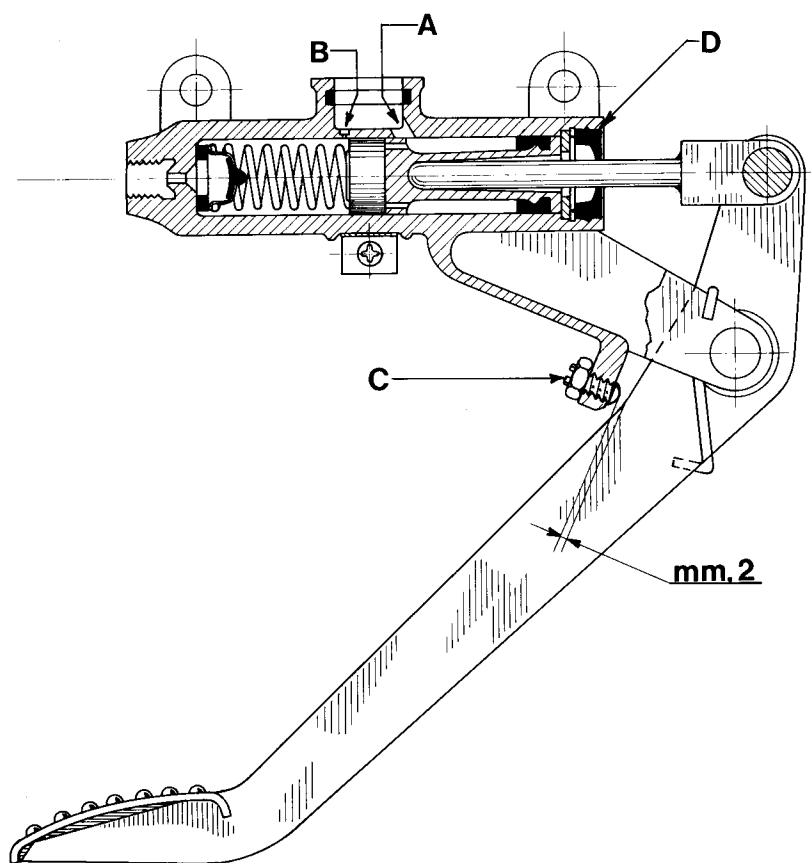

Fig. 51 - Gruppo pompa comando freni
tenuta «D», dopodiché, rilasciando gradualmente la pressione, il pistone sarà espulso dal cilindro per azione della molla (ved. fig. 51).
- 5) Per un corretto funzionamento il pedale deve avere un leggero gioco sull'azionamento del pistone della pompa; per ottenere il gioco voluto agire sulla apposita vite «C» (ved. fig. 51).